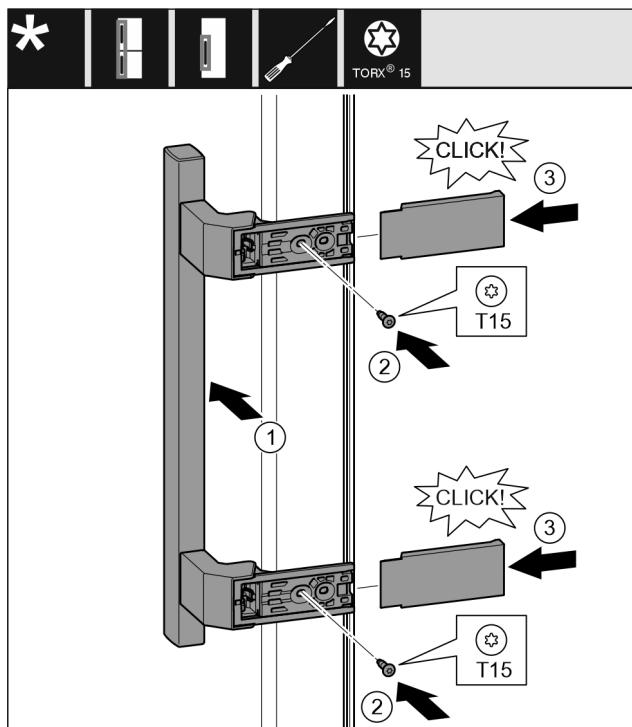

Fig. 20
- Встановіть ручку з протилежного боку. Fig. 20 (1)
- За допомогою викрутки T15 закрутіть гвинти. Fig. 20 (2)
- Встановіть збоку кришки і посуньте їх. Fig. 20 (3)